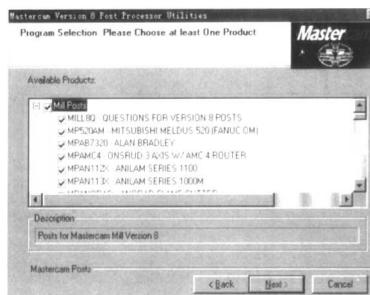

图 1-17
15) 如图 1-17 所示。选择至少一个后处理产品, 单击 **Next >** (下一步)。